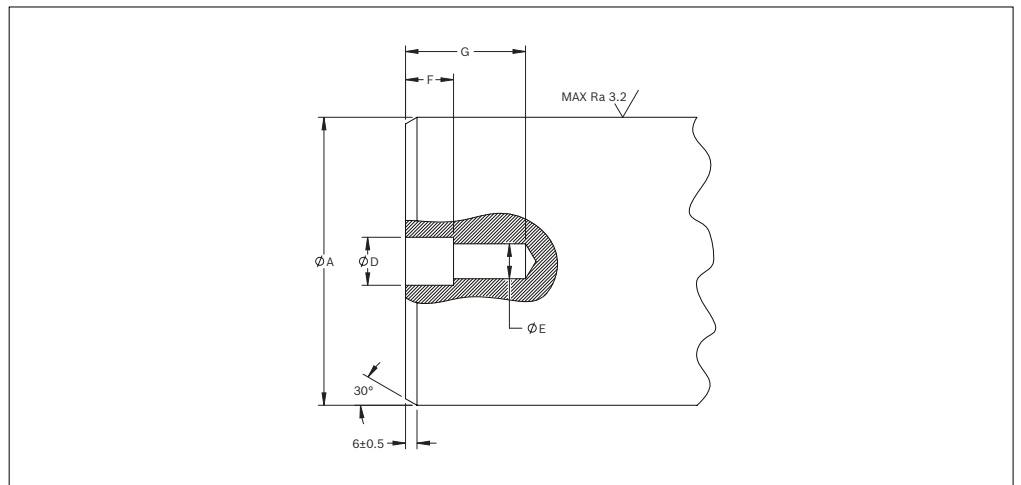
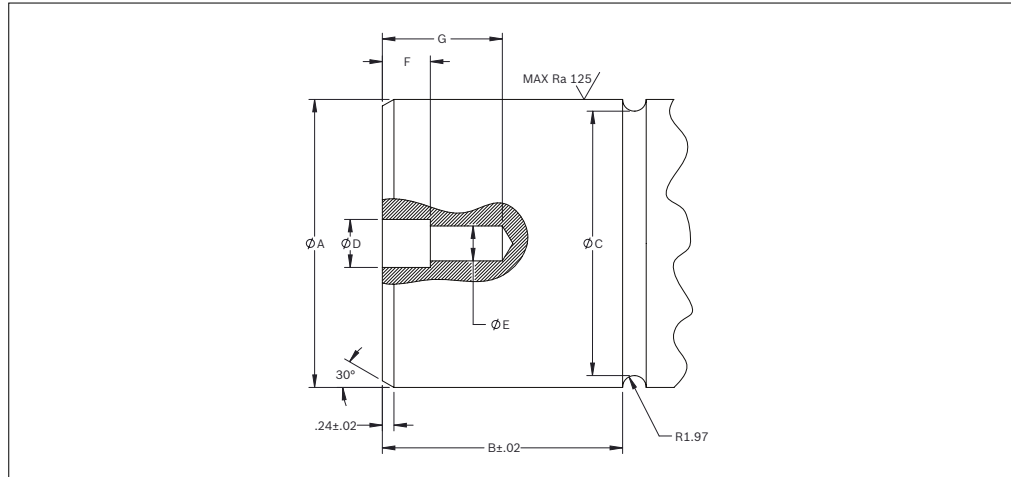

Fig. 7: Diseño de eje con carga normal
Fig. 8: Diseño de eje con carga pesada
- El material del eje en el eje accionado debe ser de una calidad que cumpla los requisitos mínimos que especifica Bosch Rexroth. (Consulte nuestras recomendaciones, *Tabla 5: Válido para acoplamientos (Fig. 7: Diseño de eje con carga normal y Fig. 8: Diseño de eje con carga pesada)*)).
En accionamientos con solo una dirección de giro donde las tensiones en el eje son moderadas, este último puede ser simple, consulte la Fig. 7: *Diseño de eje con carga normal*, Tabla 5: *Válido para acoplamiento* (Fig. 7: *Diseño de eje con carga normal* y Fig. 8: *Diseño de eje con carga pesada*) y Tabla 6: *Rosca alternativa* (Fig. 7: *Diseño de eje con carga normal* y Fig. 8: *Diseño de eje con carga pesada*).
Cuando el eje accionado tiene carga pesada y está sujeto a altas tensiones, por ejemplo en cambios de dirección de giro, se recomienda que el eje accionado tenga una ranura de alivio de tensión; consulte la Fig. 8: *Diseño de eje con carga pesada*, Tabla 5: *Válido para acoplamiento* (Fig. 7: *Diseño de eje con carga normal* y Fig. 8: *Diseño de eje con carga pesada*) y Tabla 6: *Rosca alternativa* (Fig. 7: *Diseño de eje con carga normal* y Fig. 8: *Diseño de eje con carga pesada*).
Accionamientos unidireccionalesAcero con límite elástico $Re_l = 300$ MPa**Accionamientos bidireccionales**Acero con límite elástico $Re_l = 450$ MPa**Tabla 5: Válido para acoplamientos (Fig. 7: Diseño de eje con carga normal y Fig. 8: Diseño de eje con carga pesada)**
Tabla 6: Rosca alternativa (Fig. 7: Diseño de eje con carga normal y Fig. 8: Diseño de eje con carga pesada)